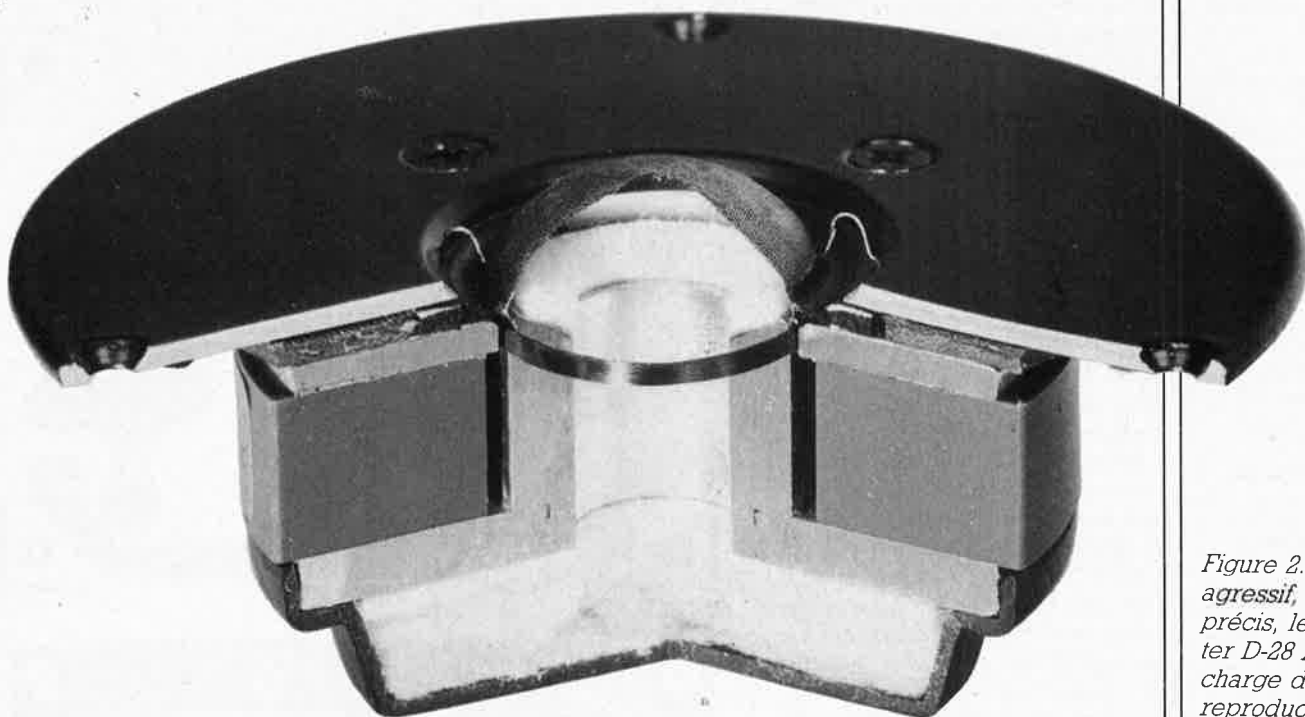
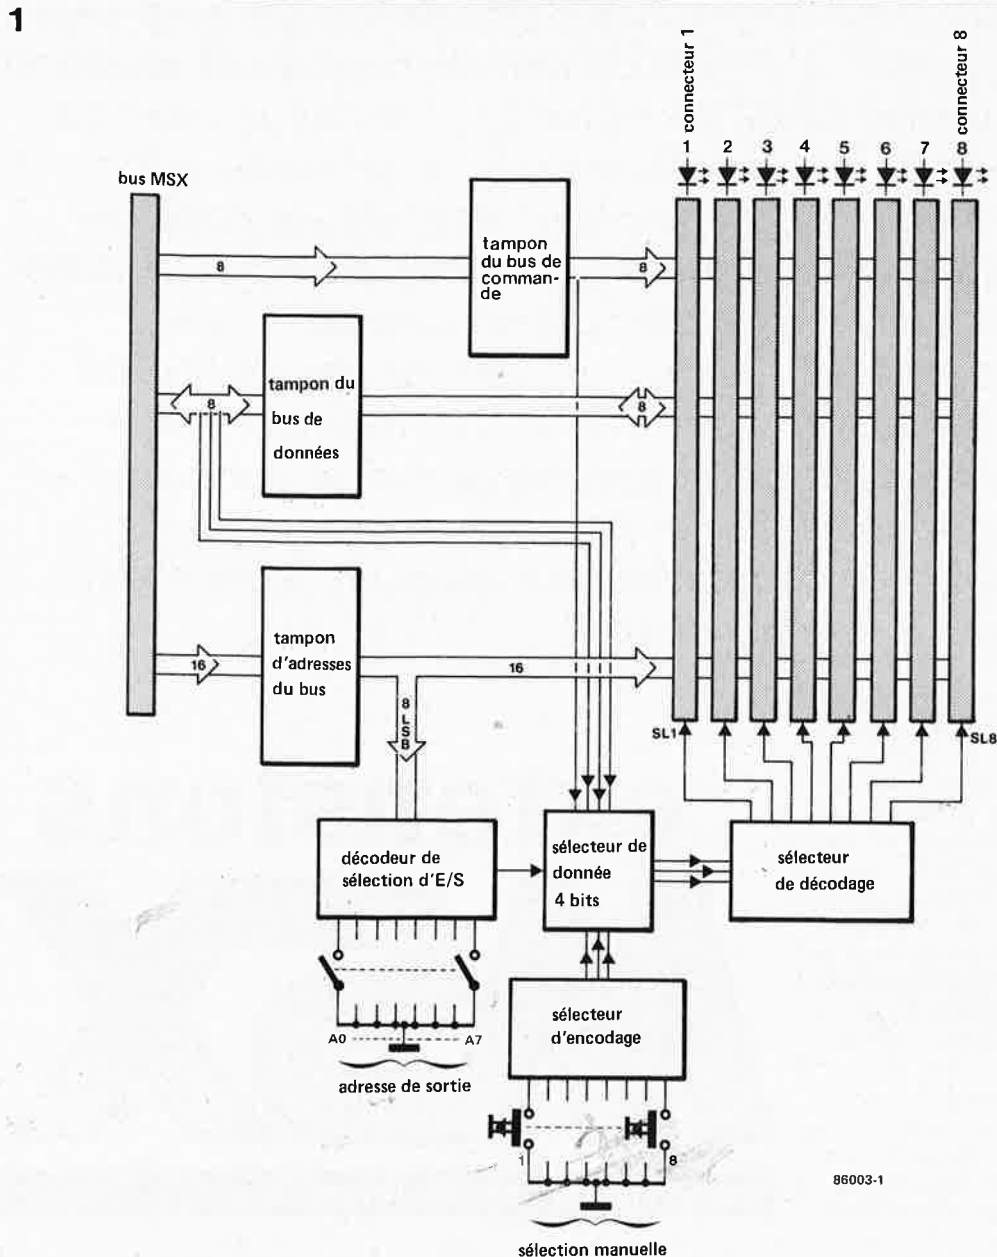

Figure 2. Pas agressif, mais précis, le tweeter D-28 AF se charge de la reproduction des aigus.
Figure 1. Synop-
La structure de la palette vidéo de TI apparaît sur la figure 2. On y trouve la batterie de 16 registres de 12 bits + deux bits de fonction (dont nous reparlerons) et les convertisseurs N/A. A gauche, l'accès aux registres par deux groupes de quatre bits. En bas, les signaux de commande et de synchronisation. Le mode de chargement du TMS 34070 est assez particulier et mérite quelques explications. Pour chaque pixel, il y
menne à s'infléchir que dans la dernière partie. Les dimensions du D-28 AF (voir figure 2) en font un tweeter à dôme de taille moyenne. Sa réponse en régime impulsionnel est rapide: 12 μ s. Il a été conçu par le fabricant pour être attaqué à travers des filtres de 6 dB, ce qui n'est vrai que pour relativement peu de tweeters à dôme...
Pour mieux saisir la structure de la carte d'extension, il nous faut consacrer quelques instants à l'étude du synoptique de la **figure 1**. La présence de tampons sur les bus de
Le schéma de la **figure 2** ne constitue en fait rien de plus qu'une version étoffée du synoptique de la **figure 1**. Il est aisé d'y reconnaître les blocs du précédent, à l'exception de IC5, circuit tamponnant les signaux de commande nécessaires au connecteur (et au reste du montage d'al-
Figure 2. En entrant dans le détail des blocs de la figure 1, on arrive à ce schéma. L'emploi de circuits du type HC(T) permet de diminuer notablement la consommation de courant du montage.